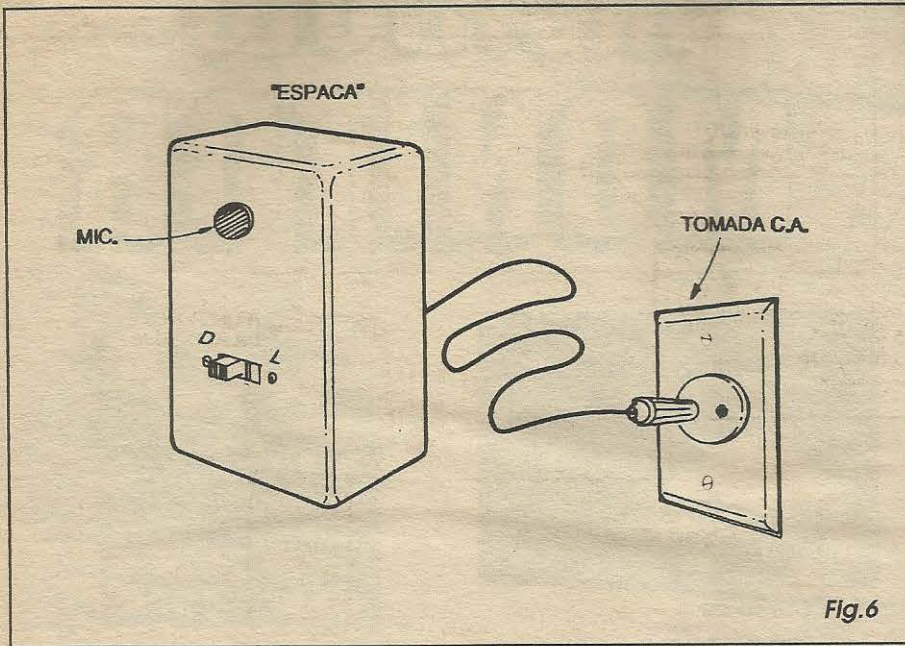

Fig.6
- FIG. 6 - ACABAMENTO E UTILIZAÇÃO BÁSICA DO ESPACA... - É possível *agasalhar* o circuito numa caixinha elegante e funcional, conforme sugere a figura... Entretanto, é bom não esquecer que podemos enfiar a plaquinha dentro de um outro aparelho ou objeto que normalmente fique no ambiente a ser monitorado... Algumas opções lógicas são: dentro de um *abajur*, dentro de uma caixa acústica, no interior de um armário ou atrás de uma estante, desde que (e isso é requisito importante...) exista uma tomada de C.A. próxima para ligação do plugue de saída dos sinais do ESPACA... Com um mínimo de raciocínio dá pra perceber que fica fácil *camuflar* a instalação/ligação, no caso do *esconderijo* do dispositivo já ser algo que normalmente *deve* ficar ligado a uma tomada (como é o caso de um *abajur*, por exemplo...), quando então poderá ser *aproveitada* a conexão normal do dito aparelho à C.A. para também conduzir os sinais do ESPACA... Se a placa ficar escondida, com o microfone, dentro de uma caixa acústica, é bom não esquecer que quando o dito somatório estiver sendo efetivamente usado para reproduzir música, ficará praticamente impossível captar com clareza qualquer outro som ambiente, o